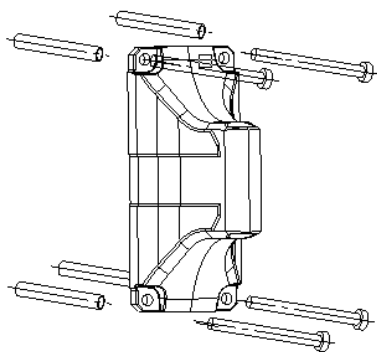

Fig.1
4. Fixati suportul cu patru șuruburi autofiletante corespunzător. (Fig.1)